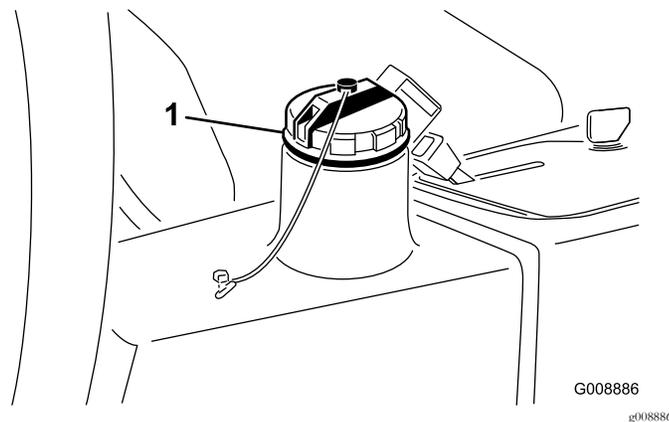

Figura 42
2. Limpie la zona alrededor del cuello de llenado y el tapón del depósito de fluido hidráulico (Figura 42) y retire el tapón.